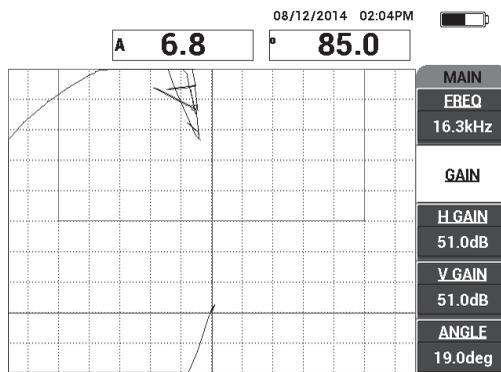

Abbildung 6-67 Eingestellte Verstärkung und Luftsignal des Punkts
3. Drücken Sie ggf. auf die Direktzugriffstaste GAIN (dB) und stellen Sie **VERST.** ein, um das Luftsignal des Punkts auf dem Bildschirm zu behalten (siehe Abbildung 6-67 auf Seite 186).